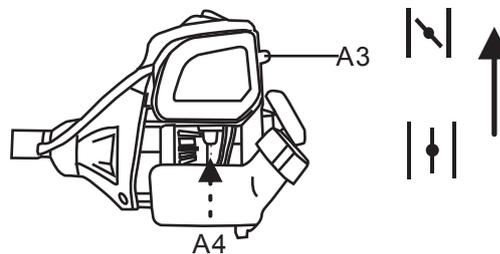

Fig. 14b
- Si le moteur est froid, placer le levier de starter (A3) en position « **FERMER** »  et appuyer sur l'amorceur (A4) 6 fois jusqu'à apercevoir le carburant. (voir Fig. 14b).